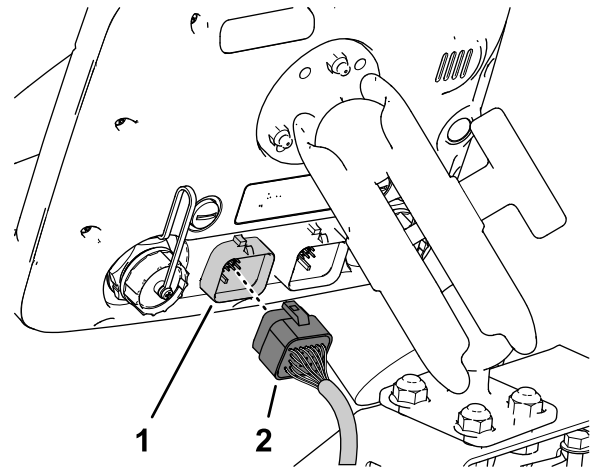

图208
- 将数据线束的 26 插槽接头与打药机控制器的 26 针接头对齐然后将插槽接头压入插针接头直至接头牢固卡紧图208。